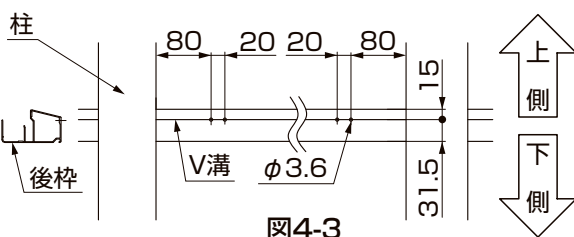

図4-3
- ①後枠の側面にφ3.6の穴をあけてください。(図4-3参照)